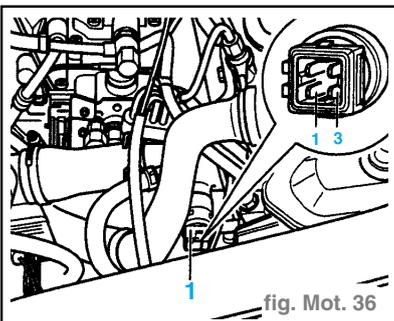

fig. Mot. 36
- Débrancher la fiche du transmetteur de température de liquide de refroidissement (1). (fig. Mot. 36)